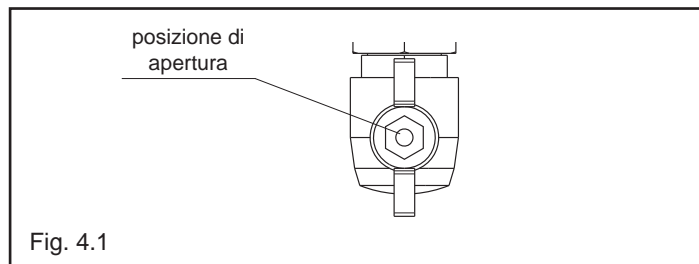

Fig. 4.1
- aprire il rubinetto del gas ruotando in senso antiorario la manopola per permettere il flusso del combustibile (fig. 4.1)